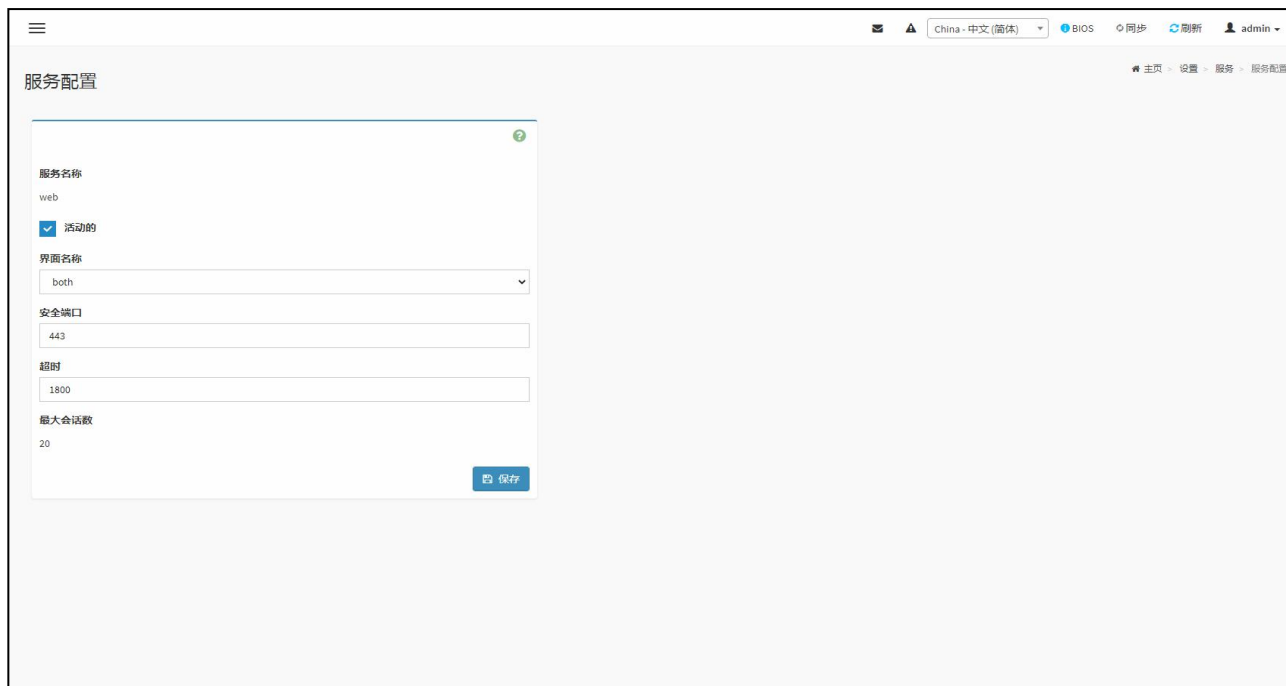

图 5.7-58：服务配置
2. 这将打开服务配置屏幕，如下图的屏幕截图，如图 5.7-58